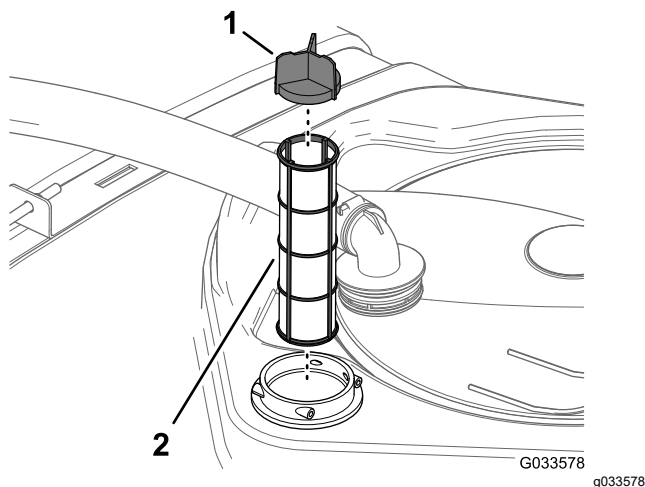

Figura 95
4. Retire el filtro de aspiración del alojamiento del filtro del depósito (Figura 95).